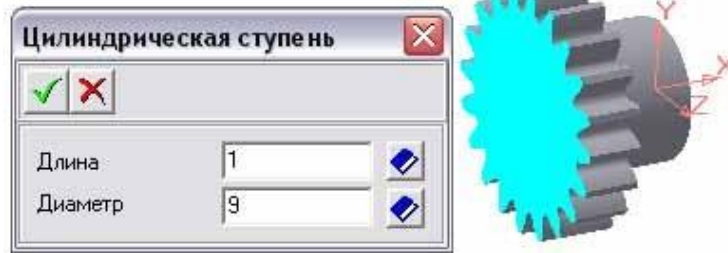

Рисунок 6.25 - Додавання на торцевій площині диска зубчастого колеса циліндричного виступу
14. Додайте на торцевій площині диска зубчастого колеса циліндричний виступ. Для цього, виберіть команду **Зовнішня циліндрична сходи́нка**, вкажіть дану торцеву площину, задайте необхідні параметри і завершите побудову (рис. 6.25).